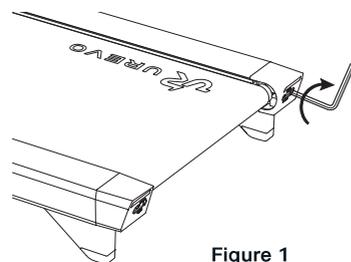

Figure 1
- Si la courroie de marche s'est décalée vers la gauche, utilisez la clé hexagonale pour tourner la vis du rouleau tendeur gauche de 1/4 de tour dans le sens horaire (voir figure 1).